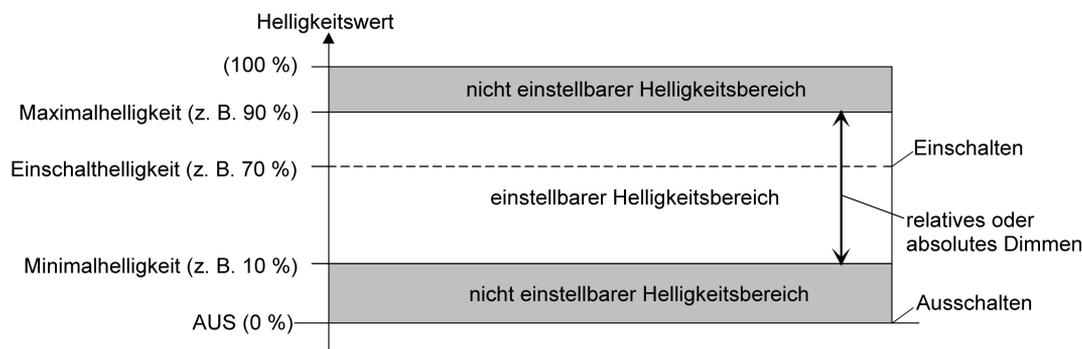

Bild 13: Beispiel eines Helligkeitsbereiches mit Minimalhelligkeit
- Definition der unteren Helligkeitsgrenze mit Minimalhelligkeit (Bild 13):
- i** In der Betriebsart "Drehzahlsteller" bei der Gerätevariante "1fach" kann - analog zur Beschreibung der Helligkeitswerte für eine Beleuchtungssteuerung in diesem Kapitel - die Minimaldrehzahl in der ETS konfiguriert werden (Bild 13). Die alternative Konfiguration einer Grunddrehzahl ist hierbei aus technischen Gründen nicht vorgesehen. Die Maximaldrehzahl ist ebenfalls nicht per Parameter einstellbar. Sie ist fest auf 100 % vorgegeben. Die Einschaltzahl ist unveränderbar auf Maximaldrehzahl (100 %) vorgewählt. Die Unterschiede der Betriebsart "Drehzahlsteller" im Vergleich zur Betriebsart "Beleuchtungssteuerung" sind detailliert im Kapitel "Besonderheiten in der Betriebsart Drehzahlsteller" nachzulesen (siehe Seite 111).